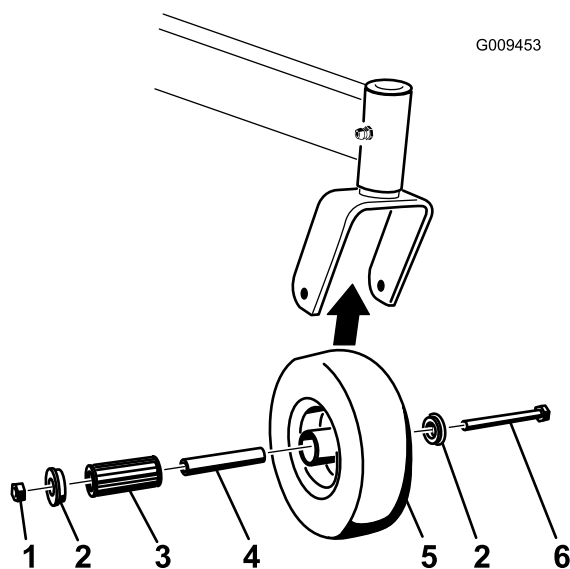

Figure 56
1. Enlevez le contre-écrou et le boulon de fixation de la roue pivotante à la chape (Figure 56).
2. Enlevez une bague, puis sortez la douille pour clé et le roulement à rouleaux du moyeu de roue (Figure 56).
3. Enlevez l'autre bague du moyeu, puis nettoyez la graisse et les saletés éventuellement présentes dans le moyeu (Figure 56).
4. Examinez l'usure du roulement à rouleaux, des bagues, de la douille pour clé et de l'intérieur du moyeu. Remplacez les pièces endommagées ou usées (Figure 56).
5. Pour le remontage, placez une bague dans le moyeu de la roue. Lubrifiez le roulement à rouleaux et la douille pour clé, et insérez-les dans le moyeu. Mettez la deuxième bague dans le moyeu (Figure 56).
6. Montez la roue pivotante dans la chape à l'aide du boulon et du contre-écrou. Serrez le contre-écrou jusqu'à ce que la base de la douille pour clé soit en appui contre l'intérieur de la chape (Figure 56).